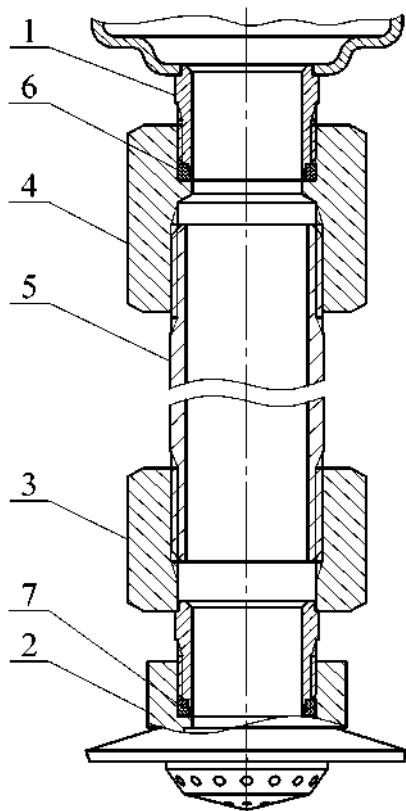

Рисунок 3
- ж) по заявке Потребителя (см. рисунок 3):
4.1.3 Для вывода насадка-распылителя в свободную зону через подвесной потолок типа Грильято, Армстронг и т.п. или его перемещения в рабочую зону эффективного пожаротушения при монтаже МУПТВ на потолочном перекрытии высотой более 6 м модуль может быть дополнительно укомплектован удлинителем, соединяющим выпускную горловину МУПТВ **1** с насадком-распылителем **2** (см. рисунок 3).
6.7 При монтаже насадка-распылителя через удлинитель (см. рисунок 3) провести следующие работы. Собрать удлинитель согласно рисунку 3. Перед сборкой на наружные резьбы трубы **5** нанести герметик, например, TEKASIL NEUTRAL PROFI, после чего накрутить до упора переходники **3**, **4**. В зарезьбовые участки отверстий насадка-распылителя **2** и переходника **4** установить резиновые кольца **6**, **7**. На наружную резьбу переходника **3** накрутить до упора насадок-распылитель **2**. Соединить удлинитель через резьбовое соединение с выпускной горловиной МУПТВ **1**. При монтаже необходимо обеспечить перпендикулярное направление оси удлинителя относительно горизонтальной плоскости.